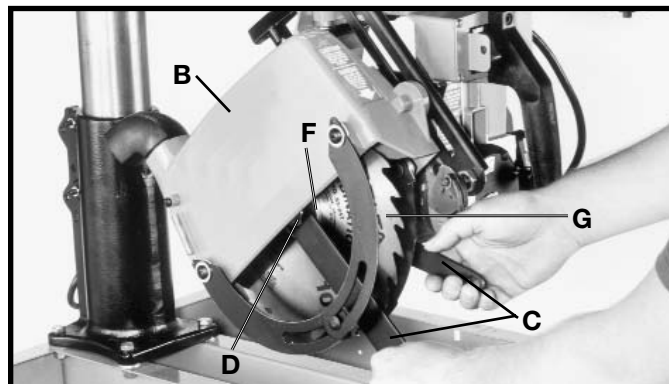

Fig. 12
3. Con las llaves suministradas (C) Fig. 12, afloje la tuerca de árbol (D) lo más posible. **AVISO:** La tuerca de árbol está roscada a la izquierda.
4. Levante la leva (E) Fig. 13, que sostiene el protector de hoja (B) Fig. 12 en posición y mueva el protector de hoja (B), la pestaña de la hoja exterior (F) y la hoja (G) hacia afuera.